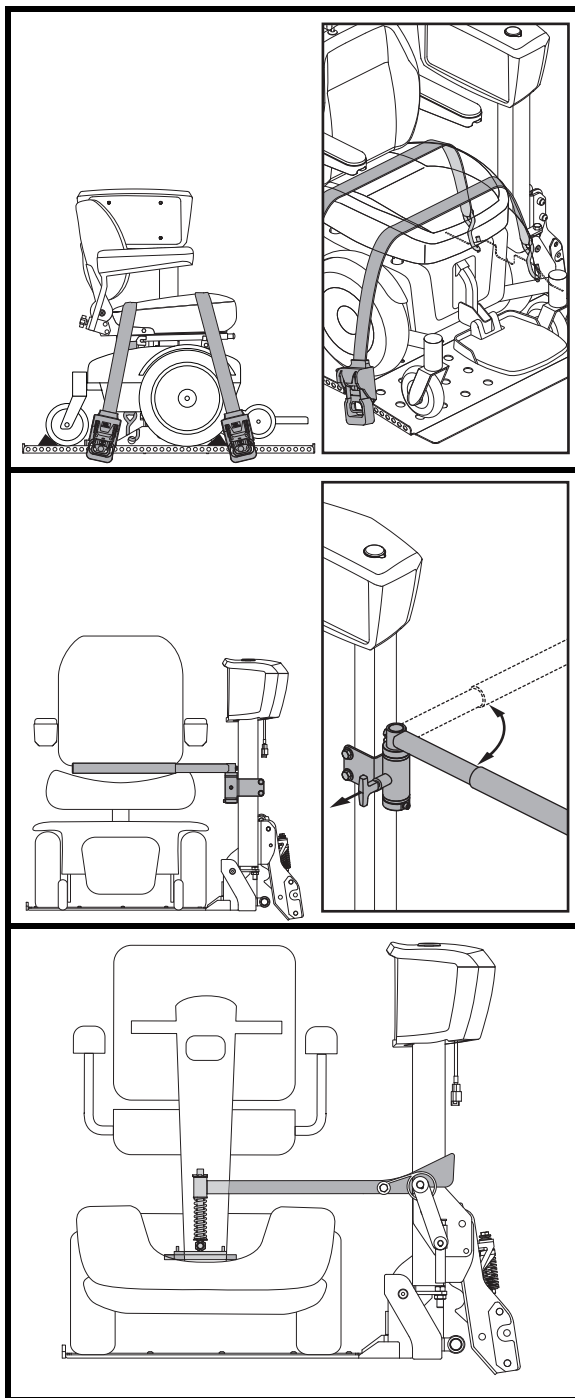

Figure 17. Ancre de l'appareil
- Tirez sur la courroie pour la dégager et fixez-la sur l'onglet d'ancrage. **Voir la figure 17.**